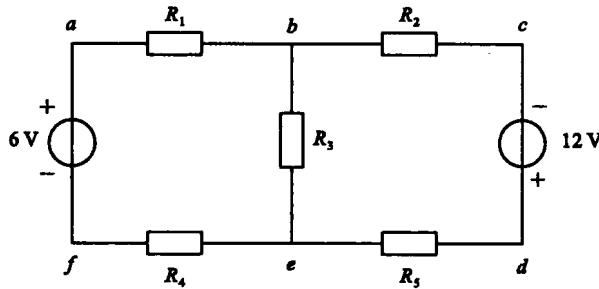

图 2.5 直流电路的电位测量
(1) 按图 2.5 接线，将两路直流稳压电源调至  $U_1 = 6 \text{ V}$ 、 $U_2 = 12 \text{ V}$ （请注意电压极性），各电阻按指导教师要求连接。